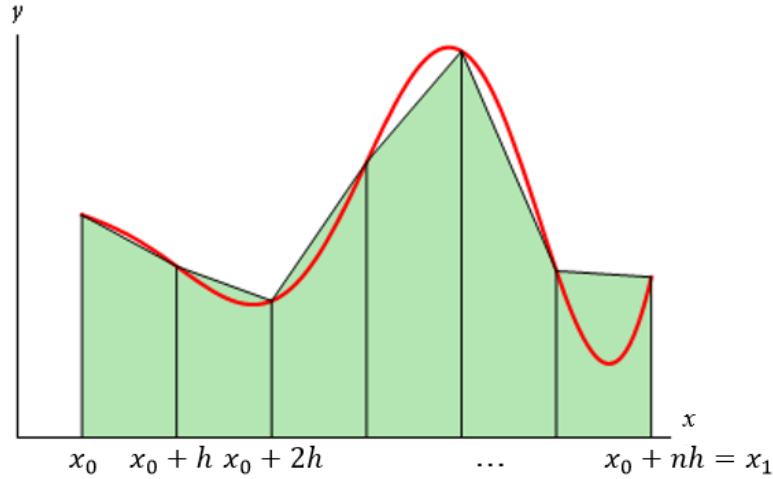

FIGURA 27. Regla de Trapecios Compuesta
y aproximar el valor de la integral (13) por la suma de las áreas de los *trapezios rectángulos* cuyas bases (ubicadas verticalmente) tienen longitudes  $f(x_0), f(x_0 + h), \dots, f(x_0 + (n - 1)h)$  y  $f(x_0 + nh)$ , y sus alturas (ubicadas horizontalmente) tienen todas ellas longitudes  $h$  (Figura 27).